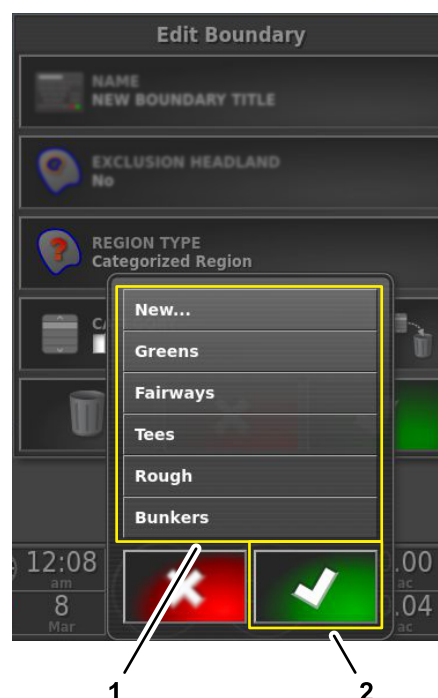

Figura 66
4. Nell'elenco Tipi di categorie, premete l'icona per un tipo di categoria preimpostato, oppure selezionate l'icona NUOVO... (Figura 66).